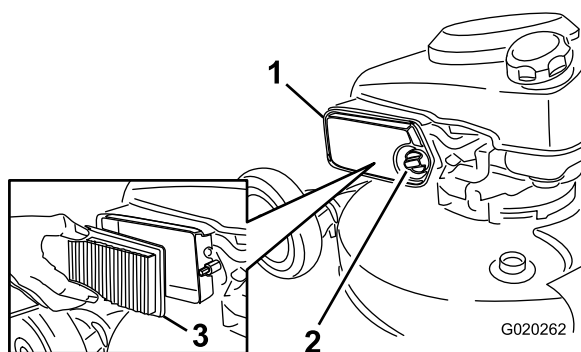

Рисунок 38
1. Отверните ручку и откройте крышку (Рисунок 38).
2. Замените элемент воздухоочистителя (Рисунок 38).